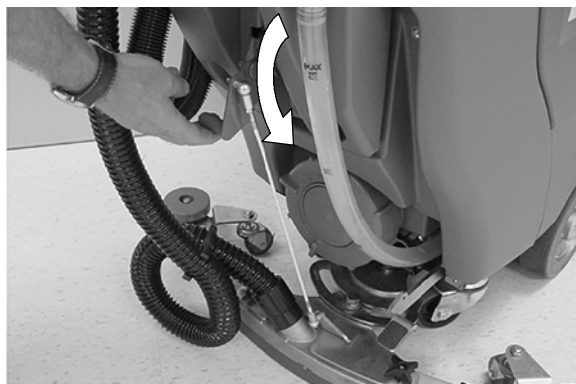

FIG. 17
3. Abaissez le racloir sur le sol en abaissant le levier de soulèvement du racloir (Figure 17). Le moteur d'extraction démarre automatiquement.